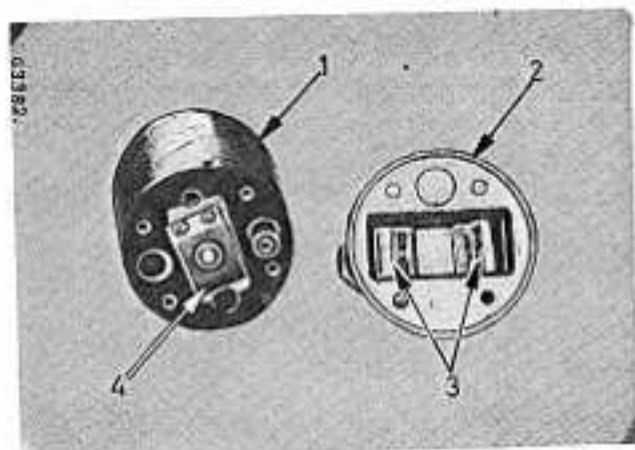

Bild 251
Um eventuellen Einbrand an Kontaktschiene und Bolzen prüfen zu können, den Deckel (2) Bild 251 abschrauben.
Auch dieser Schalter muß bei 8 Volt Spannung den Eisenkern einziehen. Kontaktschiene und Kontaktbolzen sind nach Abnahme des Deckels (2) Bild 251 zugänglich. Ggf. Einbrandflecken an den Kontakten blank machen. Teile mit starkem Einbrand erneuern.